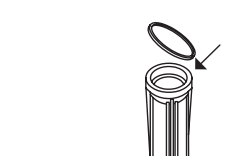

Figura 28.
6. Coloca el O´ring del vaso asegurando que asiente a lo largo y al fondo de la ranura (ver Figura 28).